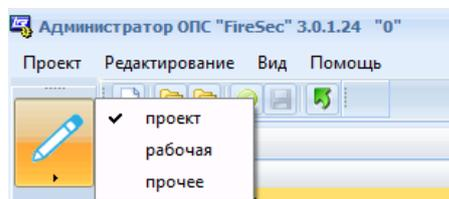

Рисунок 2.9 Различные режимы работы приложения «Администратор»
6) **Кнопка переключения режима работы (Рисунок 2.9).**